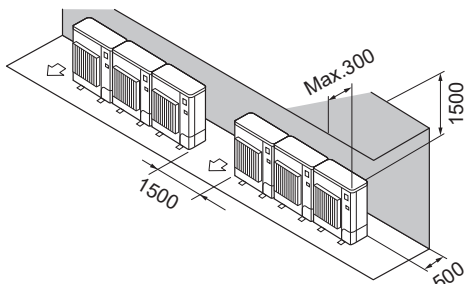

Abb. 2-10
- ② Hindernisse nur auf der Rück- und Oberseite (Abb. 2-10)